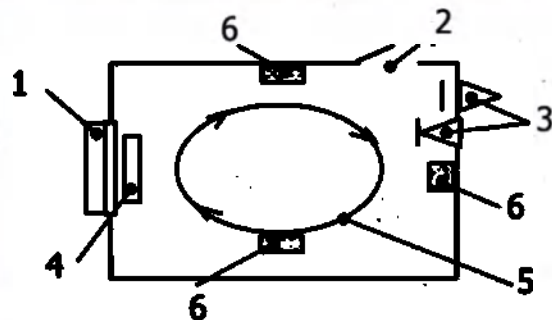

Рис.4
7.2. Расположить Рециркулятор таким образом, чтобы забор и выброс воздуха происходили беспрепятственно (Рис.4).